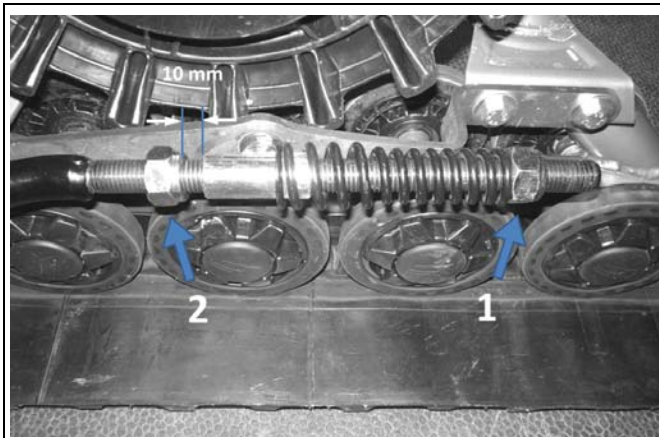

Abbildung 8
- Lösen Sie Mutter (1), die die Feder der Stabilisierungsstange zusammendrückt (siehe Abbildung 8).
- Stellen Sie Mutter (2) ein, um einen Abstand von 10 mm, wie dargestellt, zu erzielen.
- Drehen Sie Mutter (1) bis diese die Feder berührt, dann drücken Sie die Feder zusammen, indem Sie diese Mutter 1,5 Drehungen drehen.